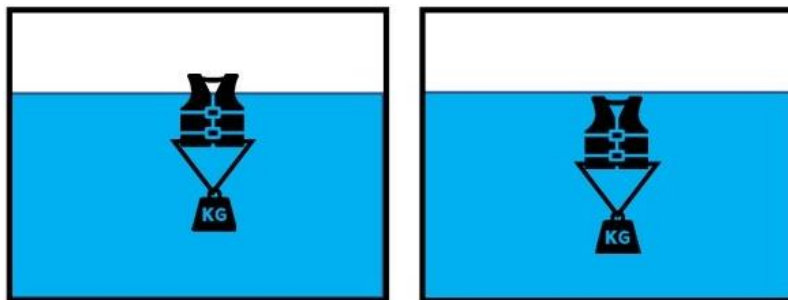

図1 浮力試験のイメージ
- ・徐々に重りを増量し、ライフジャケットが完全に水没する重りの質量（＝ライフジャケットの初期浮力）を求める。（図1）